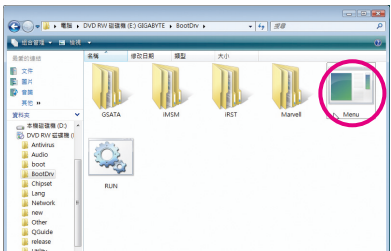
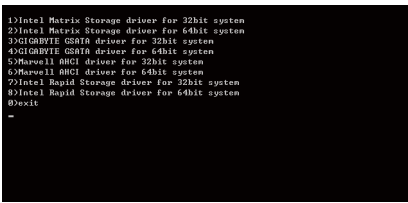

图2
图3
- 2：进入光盘中「BootDrv」文件夹，双击「Menu.exe」文件(图2)后会出现「命令提示字符」画面，内含如图3的控制器选单。
- 3：放入空白软盘。依所要安装的操作系统按下SATA控制器驱动程序代码后再按<Enter>键。以图3的选单为例：